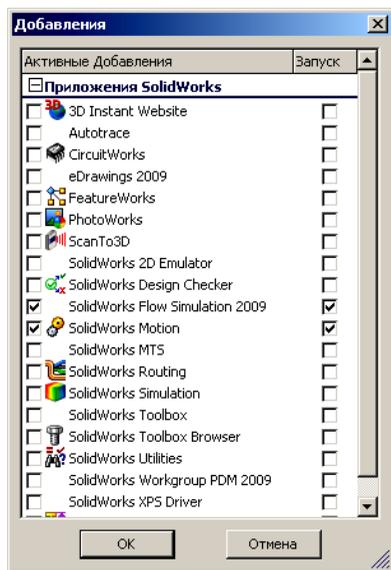

Рис. 4.2. Включение установленных приложений
**Панели инструментов.** В SolidWorks насчитывается 278 панелей инструментов (рис. 4.2) без учета панели инструментов дополнительных модулей. Панели инструментов предназначены для ускорения работы в различных режимах работы. Панель инструментов Standard (Стандартная) в минимальной конфигурации появляется при первом запуске программы. В зависимости от вида выполняемой работы (создания детали, сборки или чертежа) отображаются различные панели инструментов. Панели инструментов могут располагаться как по периметру рабочей области (прикрепленные панели), так и в любом месте на рабочей области (плавающие панели). С помощью технологии drag&drop панели инструментов можно перемещать по рабочей области, расставляя их в соответствии со своими требованиями.
Основные функции работы с системой расположены на стандартной панели инструментов. При необходимости включения той или иной установленной ранее надстройки (SolidWorks Motion, Cosmos FlowWorks) необходимо выбрать на кнопке **Настройка панели Стандартная** пункт меню **Приложения**, и в появившемся окне (рис. 4.2) выбрать ранее установленное требуемое приложение.